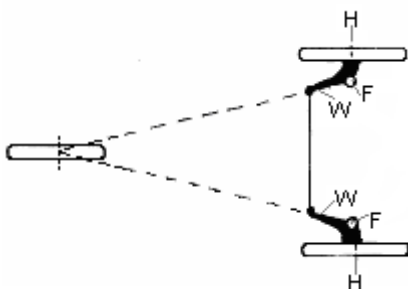

FIG.4a W=wieldrager F=fusee H=naaf
**Driewielers met twee sturende voorwielen** hebben een met de auto vergelijkbare stuurproblematiek. Wanneer we met zo'n driewieler een bocht maken, zal het wiel aan de binnenkant een kleinere draaicirkel moeten beschrijven dan het buitenste wiel. Beide wielen zijn d.m.v. het stuurstangstelsel met elkaar verbonden. De vorm van het trapezium wordt bepaald door de afstand naar 't midden van de achteras: het Ackermanprincipe (FIG.4a). In de besturing kunnen energieverliezen ontstaan door slecht sporen (niet evenwijdig lopen van de wielen). **Als de wielen naar binnen wijzen is er "toespoor"; "uitspoor" is het naar buiten wijzen van de wielen, dit leidt tot instabiel gedrag en moet vermeden worden! Beide leveren extra wrijving en slijtage van de banden.**